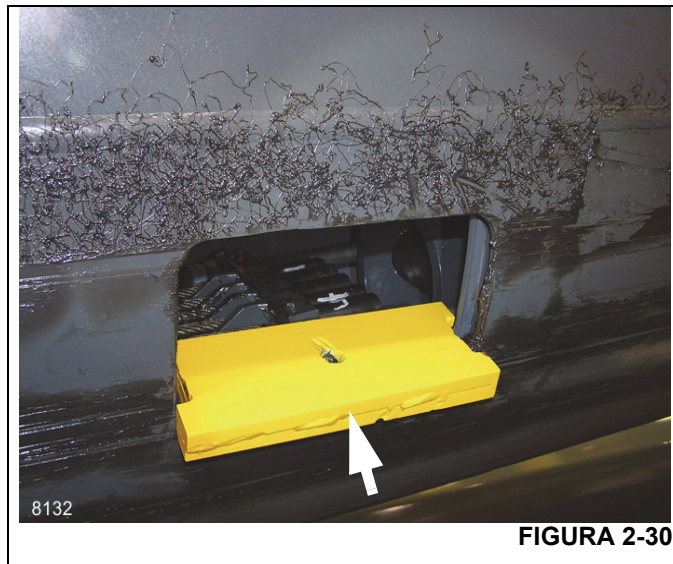

FIGURA 2-30
3. Instale a ferramenta da válvula de retenção do telescópio, N/P 80041761; consulte a Figura 2-30. Enquanto segura a ferramenta na posição peça a um ajudante que retraia a seção 3 para travar a ferramenta no lugar.